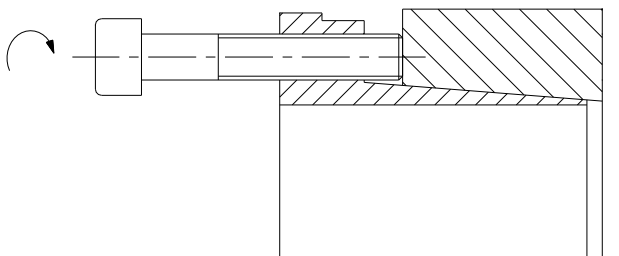

Bild 8: Lösen des Spannsatzes KTR 200
- Spannschrauben in die Abdrückgewinde des Innenringes (Bauteil 2) einschrauben (siehe Bild 8 und 9).